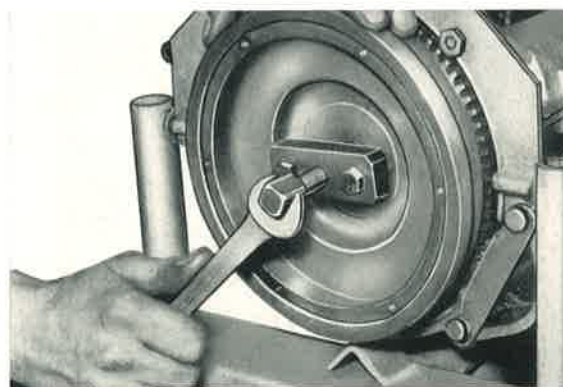

Bild 173: Auch beim Abziehen der Schwungscheibe mittels der Abziehvorrichtung muß die Feststellvorrichtung immer an der Schwungscheibe verbleiben.
4. Schwungscheibe abziehen (Abziehvorrichtung für Schwungrad WO 3, Steckschlüssel 14 mm, Maulschlüssel 17 mm) (Bild 173).